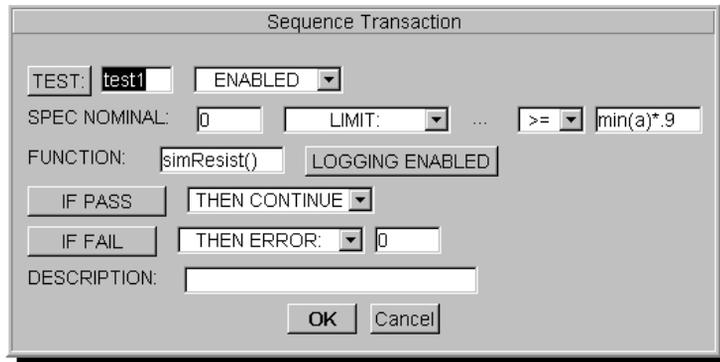

図14-15. 改良されたtest1トランザクション
- Test Boundsという名前のSequencerでは、図14-15に示すように、最初のトランザクション(test1)が式simResist()でUserFunction simResistを呼び出しています。